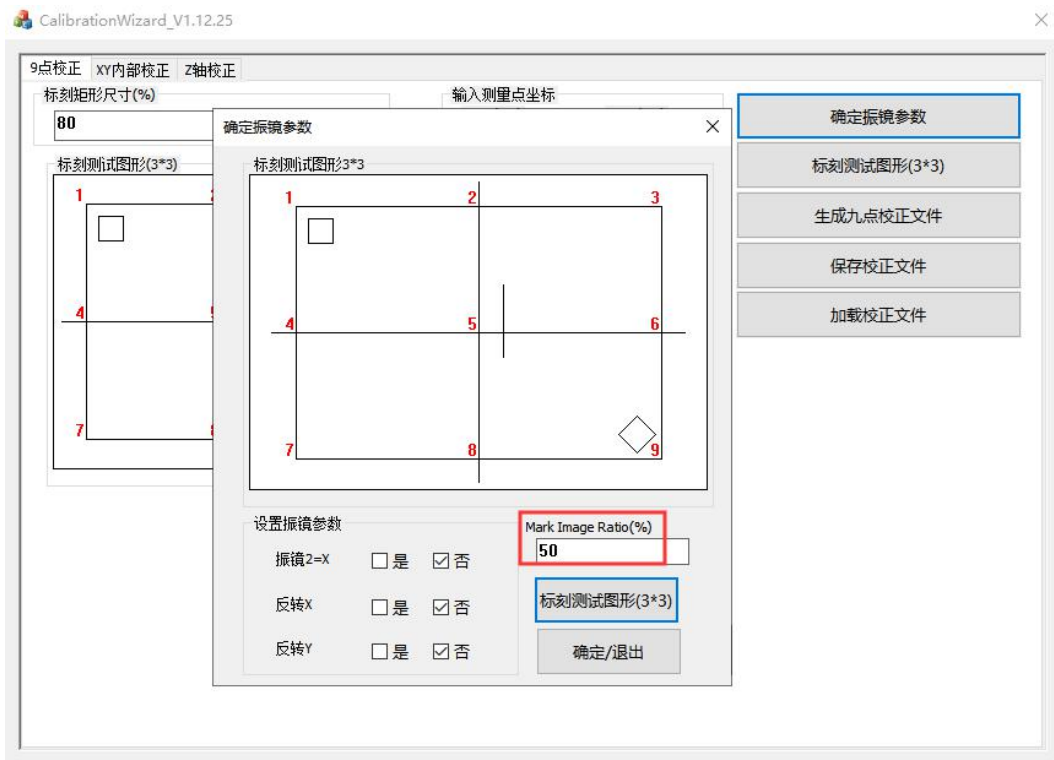

图 6
2). 在 **确定振镜参数** 对话框中填写合适 **Mark Image Ratio(%)** 如图 6